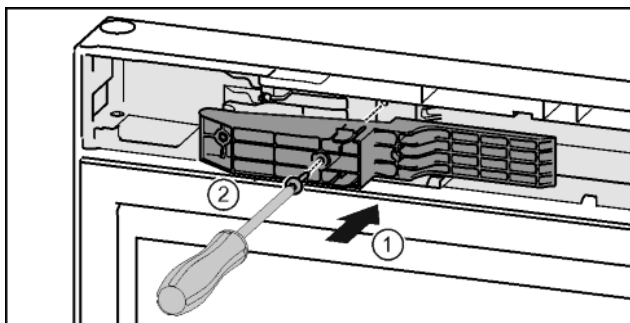

Fig. 47*
- ▶ Włożyć element adaptera w zagłębienie po stronie uchwytu.* Fig. 47 (1)
- ▶ Śruby przykręcić przy pomocy śrubokręta T15.* Fig. 47 (2)